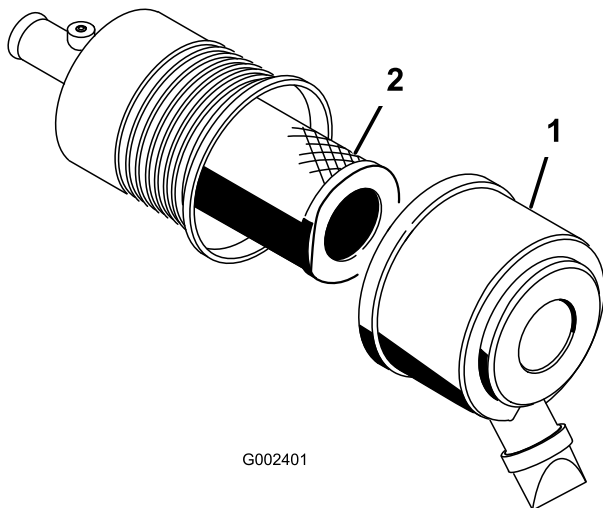

Figure 42
1. Ouvrez les verrous du filtre à air et séparez le couvercle du corps du filtre (Figure 42).
4. Sortez l'élément principal du corps du filtre avec précaution (Figure 42). Évitez de cogner l'élément à l'intérieur du corps.
7. Si vous remplacez l'élément filtrant de sécurité, insérez-le avec précaution dans le corps du filtre (Figure 42).
8. Placez ensuite l'élément principal sur l'élément de sécurité avec le même soin (Figure 42). Assurez-vous qu'il est bien engagé en appuyant sur le rebord extérieur.
9. Reposez le couvercle du filtre à air, le côté portant l'inscription « UP » en haut, et fermez les dispositifs de verrouillage (Figure 42).